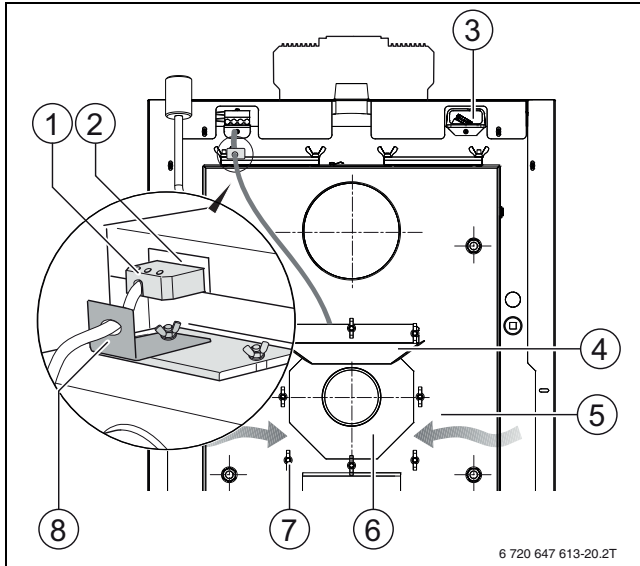

Рис. 23 Монтаж вытяжного вентилятора
Вытяжной вентилятор (→ рис. 23, [6], стр. 19) находится сзади котла на задней стенке коллектора дымовых газов (→ рис. 23, [5], стр. 19). Он закреплён барашковыми гайками (→ рис. 23, [7], стр. 19).
- ▶ Выньте штекер подключения вентилятора (→ рис. 23, [2], стр. 19) из розетки (→ рис. 23, [1], стр. 19). Отсоедините держатель провода (→ рис. 23, [8]) на смотровом люке. Отверните барашковые гайки (→ рис. 23, [7]) и снимите защитный козырёк (→ рис. 23, [4]). Выньте вентилятор из корпуса.